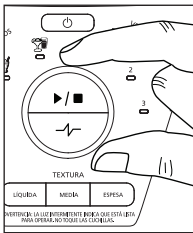

Fig. 20
2. Gire la perilla para seleccionar el programa automático adecuado para su receta (Fig. 20).